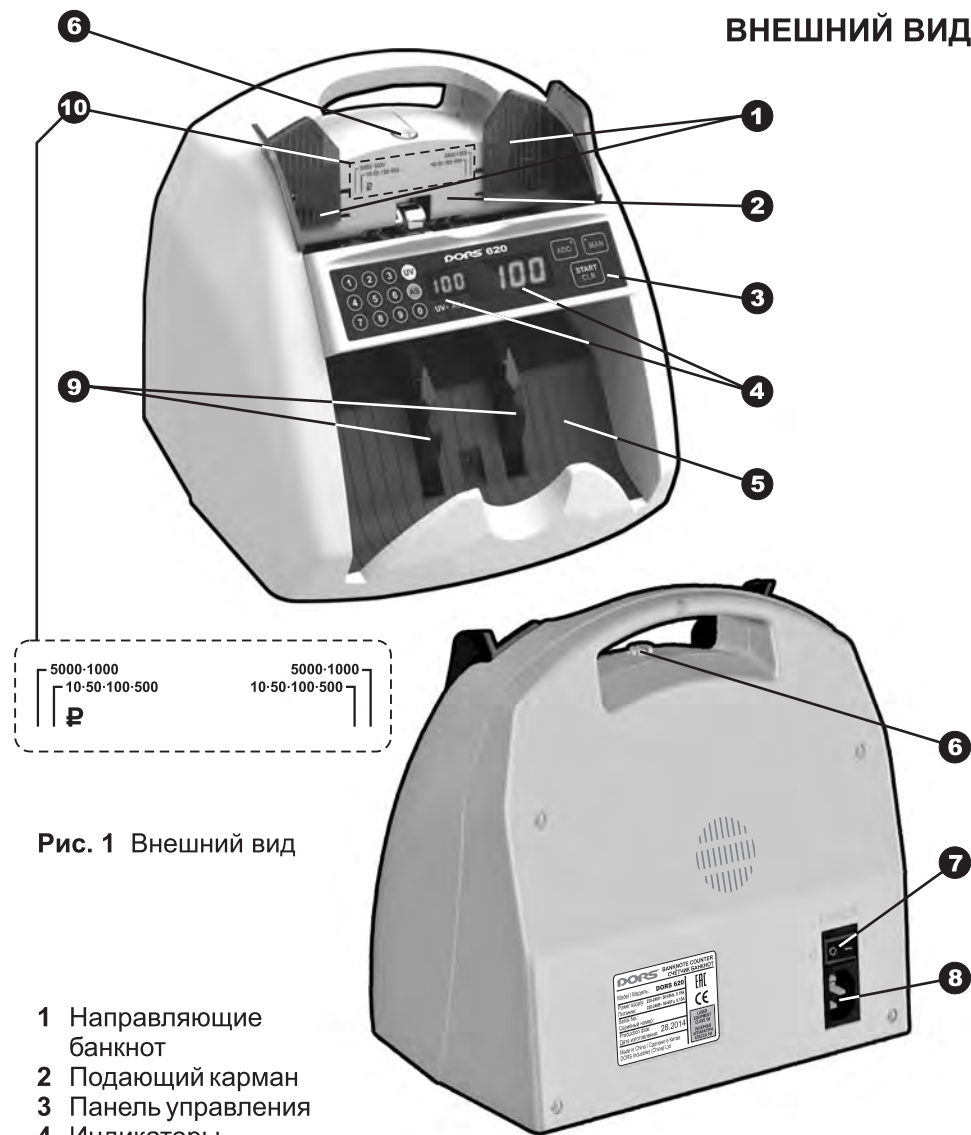

Рис. 1 Внешний вид
2. Включите счётчик, начнется процесс самотестирования. Убедитесь, что во время самотестирования вращаются колеса укладчика **9** (см. рис. 1) и ролики подающего кармана, на индикаторах отображения счёта и пачки высвечиваются цифры «**0**» и загораются индикаторы на клавишах «**MAN**» и «**ADD**», и индикаторы «**UV**», «**AS**» (для **DORS 620**). После окончания самотестирования на четырехразрядном индикаторе отображается «**0**», индикаторы на клавишах «**MAN**» и «**ADD**» гаснут и раздается звуковой сигнал, а индикаторы «**UV**», «**AS**» отражают установленный режим работы счетчика до выключения (для **DORS 620**). После этого счётчик готов к счёту банкнот.
Однако, если счётчик часто останавливается в процессе пересчёта и на индикаторе появляется сообщение об ошибке «**Chn Err**» или «**dbl Err**», то необходимо немного повернуть винт установки толщины пересчитываемых банкнот **6** (см. рис. 1) по часовой стрелке (в сторону уменьшения зазора). Если же после остановки счётчика на индикаторе появляется сообщение «**HJ Err**» или «**SE Err**», то необходимо немного повернуть винт установки толщины пересчитываемых банкнот **6** (см. рис. 1) против часовой стрелки (в сторону увеличения зазора).
5. Установите направляющие по длине банкнот пересчитываемой пачки, выровняйте края пачки, аккуратно поместите пачку в середину подающего кармана, не допуская перекоса **10 (см. рис. 1)**.